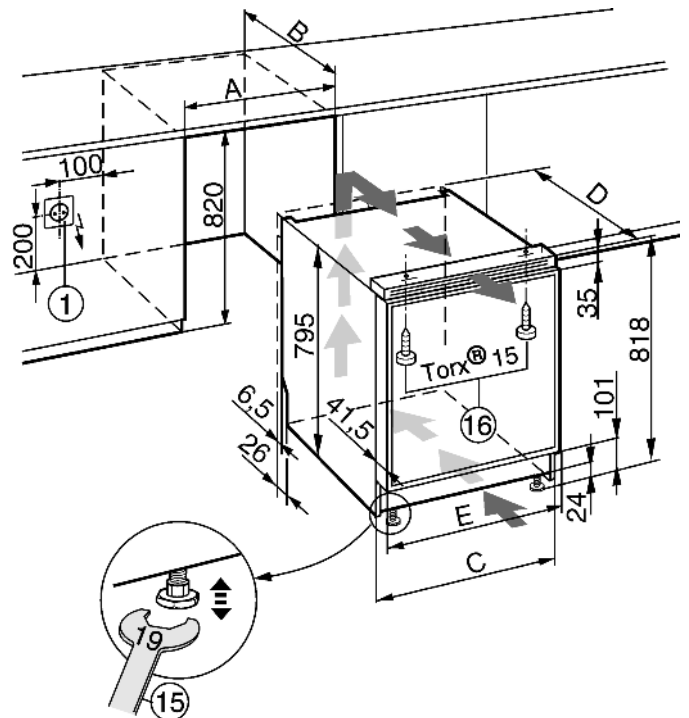

Fig. 12
- Die Steckdose Fig. 12 (1) muss neben dem Gerät liegen und leicht zugänglich sein.
- ▶ Gerät über die Stellfüße mit Hilfe des beiliegenden Gabelschlüssels Fig. 12 (15) ausrichten.
- ▶ Gerät mit beiliegenden Schrauben Fig. 12 (16) oben an der Arbeitsplatte bzw. am Küchenmöbel befestigen.